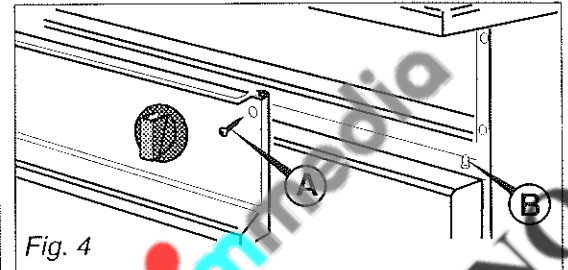

Fig. 4
- svitare le viti di fissaggio **A** (fig. 4), sollevare il cruscotto verso l'alto, liberarlo dai perni **B** ed estrarlo;